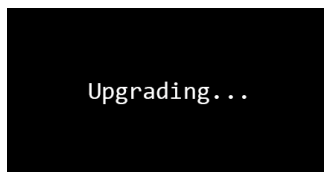

图 3-4 离线编程器升级界面 2
- 3) 同时短按 KEY1 和 KEY2 按键，离线编程器开始升级主板固件，此时，LED1 灯为绿色常亮，LED2 灯绿色快闪，带屏版离线编程器屏幕显示如图 3-4 所示：